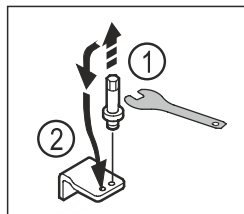

Fig. 18
- ▶ Skru ut boltene til den nedre lagerbukken med utvendig sekskantnøkkel SW5. Fig. 18 (1)
- ▶ Sett inn boltene på motsatt side. Fig. 18 (2)